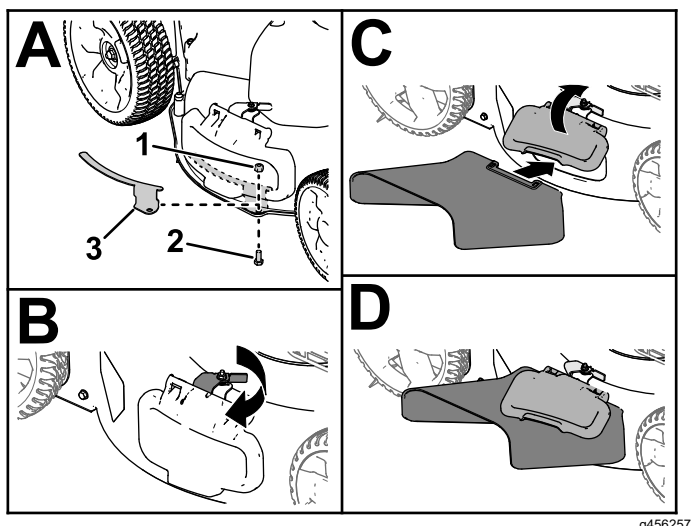

Bild 19
1. Entfernen Sie die Halterung und die Befestigungselemente des Seitenauswurfablenkblechs (A in Bild 19).
2. Entriegeln und heben Sie das seitliche Ablenkblech an und setzen Sie den Seitenauswurfkanal ein (B, C und D in Bild 19).
Wichtig: Montieren Sie die Ablenkblechhalterung, wenn Sie den Seitenauswurfkanal nicht verwenden (A in Bild 19).